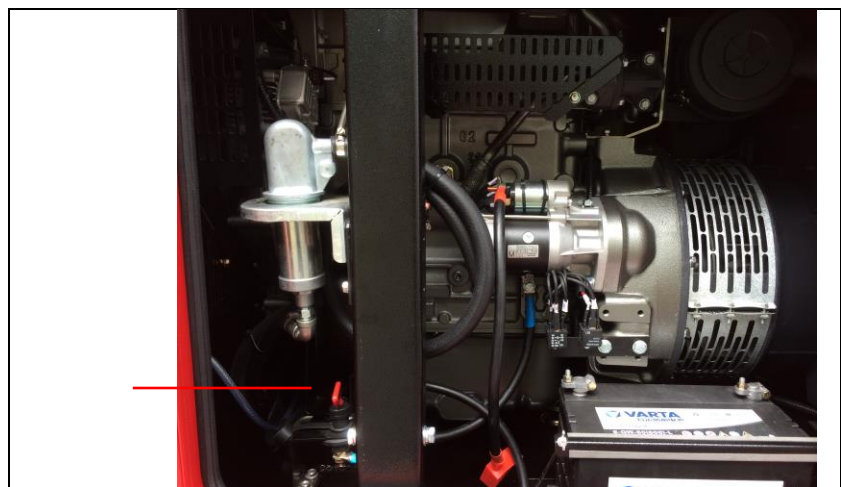

Fig. 111: Cambio de la batería
1. Desconectar el conmutador principal de la batería (Fig. 111: Cambio de la batería)